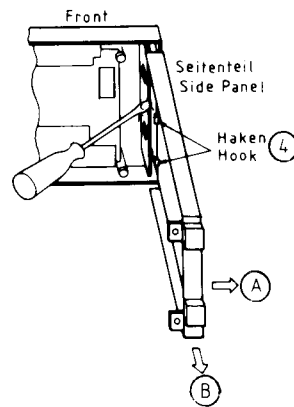

Fig.2
- Das Seitenteil ca. 2 cm in Pfeilrichtung A (Fig.2) ziehen.
- Den Kunststoffsteg der Frontblende mit einem Schraubendreher anheben, so daß die zwei Rasthaken ④ frei werden.
- Pull the side panel approx. 2 cm in direction of the arrow A,(Fig.2).
- Use a screw driver to lift the plastic web of the front panel, in order to expose the two locking hooks ④.